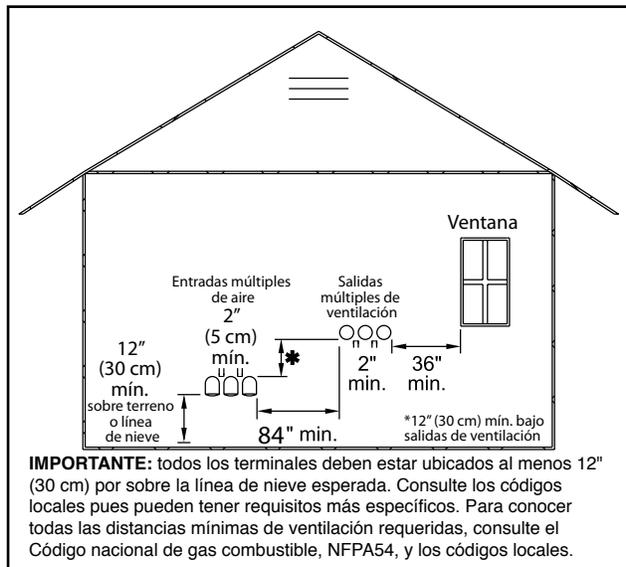
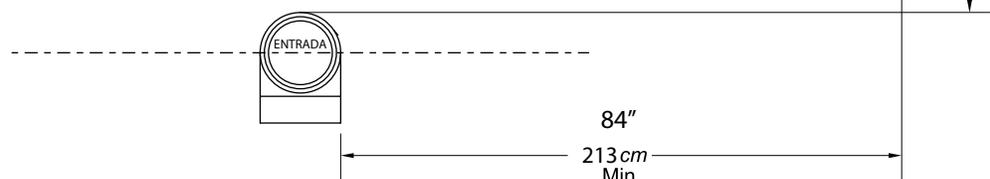

Figura 6. Montaje de varios terminales de aire y ventilación en pared lateral
Figura 5. Distancias mínimas de ventilación
1. La Figura 5 muestra los requisitos para las distancias libres del terminal de ventilación mecánica para EE. UU. y Canadá.
7. Si la caldera o el calentador de agua utilizan un ducto para el aire de combustión desde el terminal de admisión ubicado sobre la misma pared, vea en las Figura 6 y Figura 5 la orientación y el espaciamiento correctos.
4. Si la ventilación y la admisión de aire del equipo están en la misma pared, utilice la Figura 5 para determinar las ubicaciones de montaje correctas.
5. Los juegos de ventilación múltiple se deben instalar de modo que la distancia horizontal entre el grupo de salida y el de entrada sea de 84" (2,1 m) (vea la Figura 6).
6. La salida de ventilación debe estar al menos a 12" (30 cm) por sobre la parte superior de la entrada de aire y, horizontalmente, a no menos de 84" (2,1 m) (vea la Figura 6).